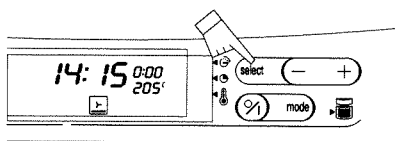

Fig. 6
3. Modifiez la température (de 5°C en 5°C), si nécessaire, en appuyant sur la touche  1 fois (fig. 6) et sur les touches  (fig. 7).
4. Appuyez une nouvelle fois sur la position  pour régler la durée de cuisson (fig. 6).